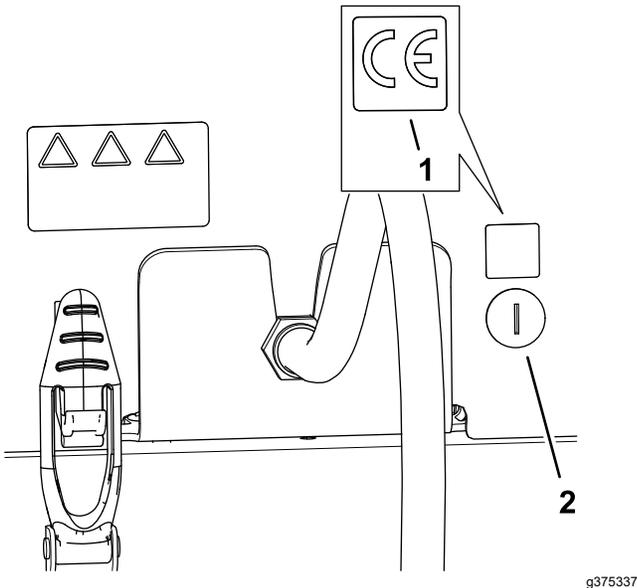

Figura 38
- Utilice alcohol y un trapo limpio para limpiar la zona del capó alrededor del cierre del capó, y deje que el capó se seque (Figura 38).